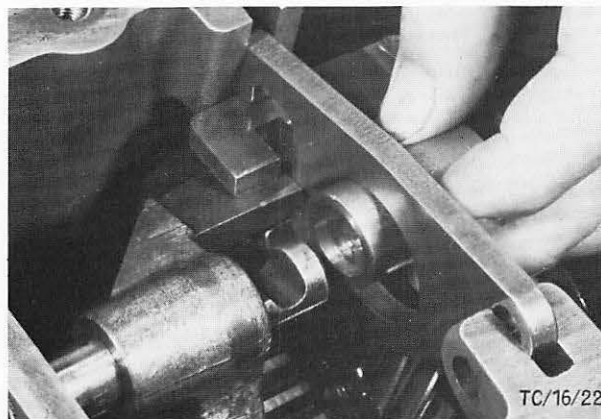

Abb. 33 Schaltwelle aus Schaltfinger herausziehen
8. Spannstift aus Schaltfinger und Schaltwelle her-austreiben, anschließend Schaltwelle nach hinten herausziehen. Abb. 33.